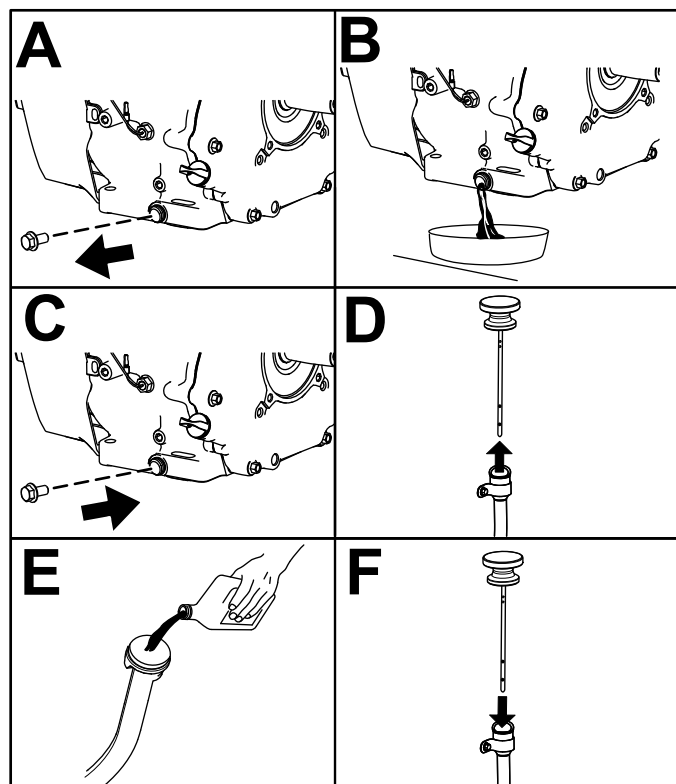

Figura 39
6. Schimbai uleiul de motor conform indicațiilor din Figura 39.